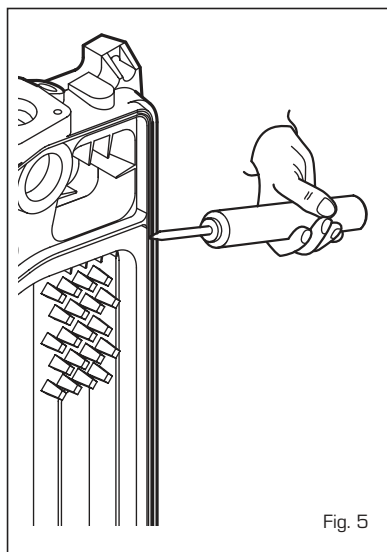

Fig. 5
- introduire le cordon de stuc (fig. 5) dans la gorge prévue pour l'étanchéité contre les fumées de la tête postérieure;